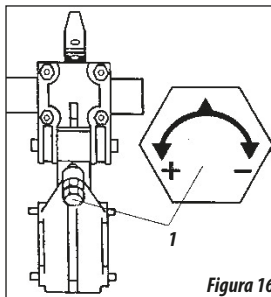

Figura 16
07 - Observe el tornillo item 1 figura 16, girando el mismo 90° (1/4 de vuelta) para la derecha (sentido horario) disminuirá 5 kgs de presión en el desarme;
08 - Girando para la izquierda (sentido anti-horario) aumentará la presión en 5 kgs conforme figura 16.